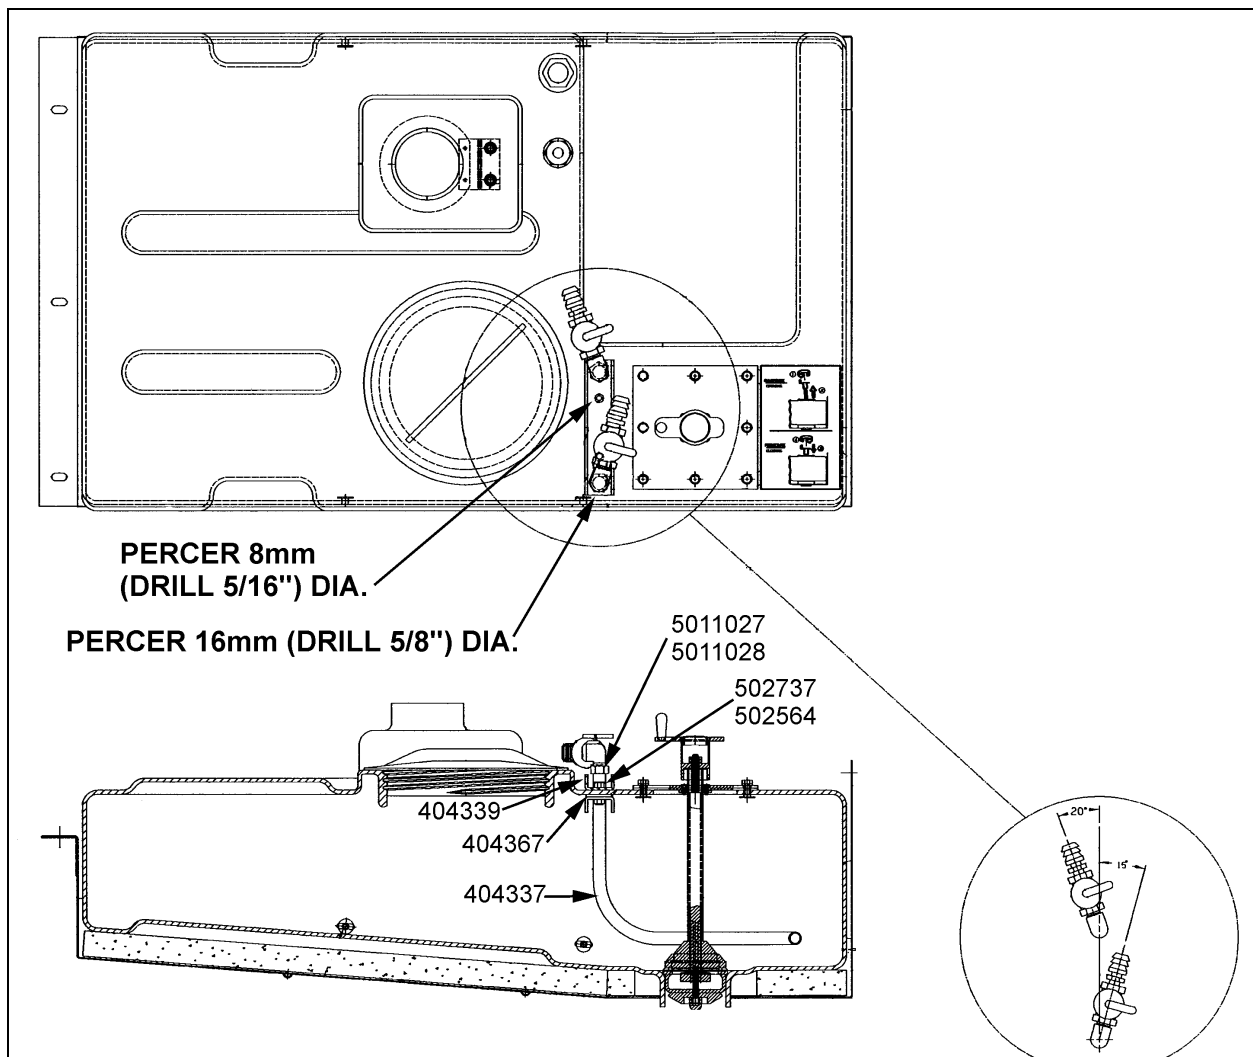

FIGURE 3 : INSTALLATION DE L'ÉLÉMENT CHAUFFANT
1. Percer 2 trous de 16mm de diamètre et 2 trous de 8mm de diamètre sur le dessus du réservoir. Utiliser la plaque de montage #404339 pour marquer la position des trous (figure 3).